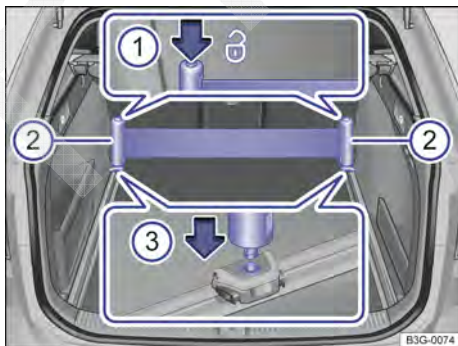

Fig. 253 No compartimento de bagagem: instalar e remover a cinta tensora.
- Segurar o suporte da cinta tensora → Fig. 253 ② com as duas mãos e pressionar os dois botões da cinta tensora → Fig. 253 ① e mantê-los pressionados.
- Colocar os suportes da cinta tensora, um após o outro, no entalhe do respectivo olhal de amarração móvel → Fig. 253 ③ (seta menor) e deixar que travem.
- Soltar os botões da cinta tensora → Fig. 253 ①.
- Pressionar os botões da cinta tensora → Fig. 253 ① para tensionar a cinta.
Remover os dois suportes da cinta tensora → Fig. 253 ② um após o outro.
- Pressionar o respectivo botão da cinta tensora → Fig. 253 ① e mantê-lo pressionado.
- Puxar o suporte → Fig. 253 ② para cima, para fora do olhal de amarração móvel.
- Juntar os dois suportes da cinta tensora → Fig. 253 ② lentamente. A cinta tensora enrola-se automaticamente.